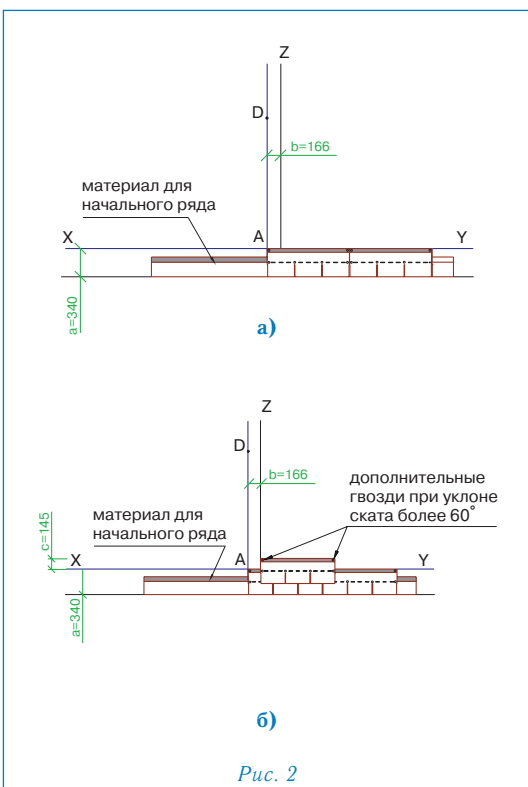

Рис. 2
Укладка материала (рис. 2)
- По линии карниза укладывается специальный самоклеящийся рулонный материал для начального ряда, при этом предварительно снимается защитная пленка с его изнаночной стороны (рис. 2а);
- укладка черепицы начинается от линии AD, при этом ее верхний край выравнивается по линии XY (рис. 2б);
- следующий ряд укладывается от линии Z (со смещением 16,6 см от AD) (рис. 2б);